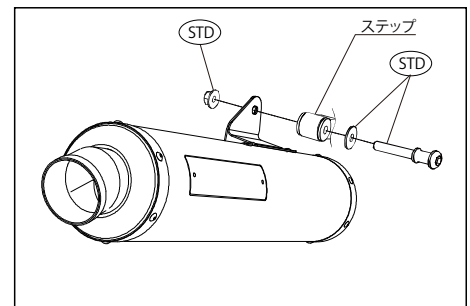

図 2
**注意:**サイレンサースターは、タンデムステップ内側(車体とステップの間)になるようにして下さい(図.2)